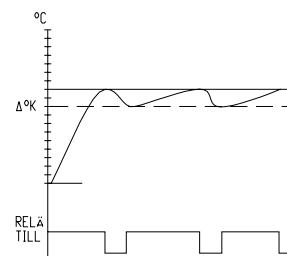

Fig. 2
Vrid potentiometer ④ med sols för större hysteres. Min. läge=1°K, Max. läge=10°K. Se Fig. 2.